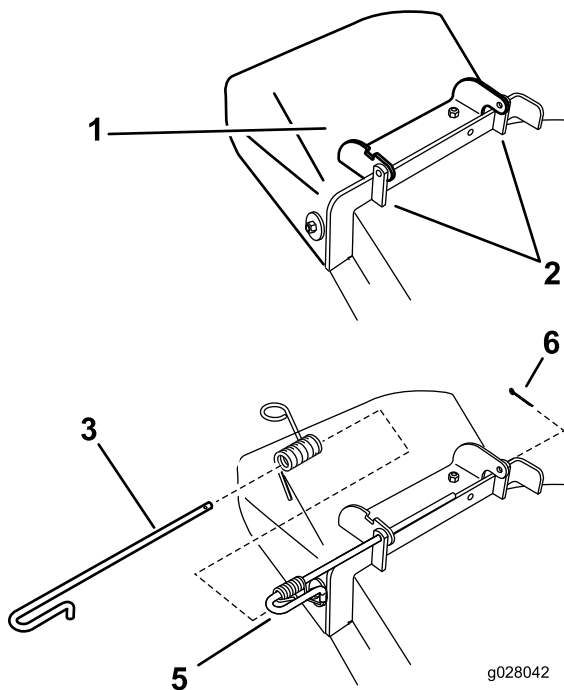

Bild 76
1. Entfernen Sie den Splint vom Ende der Stange (Bild 76).
2. Entfernen Sie die Feder von der Kerbe in der Ablenkblechhalterung und schieben Sie die Stange aus den geschweißten Mähwerkhalterungen, der Feder und dem Auswurfablenkblech (Bild 76).
3. Positionieren Sie das neue Auswurfablenkblech mit den Halterungsenden zwischen den geschweißten Halterungen am Mähwerk (Bild 76).
7. Setzen Sie den Splint in das Ende der Stange (Bild 76).